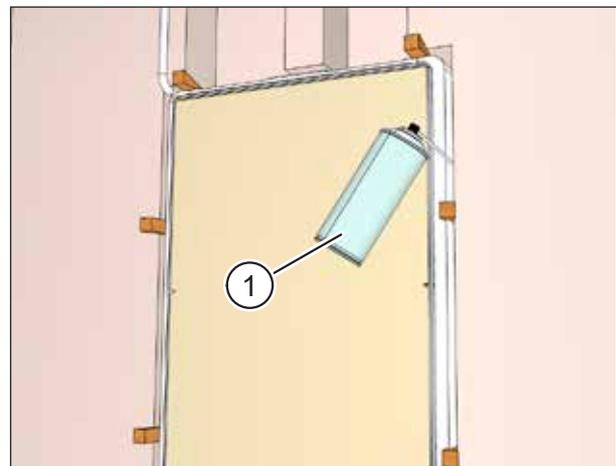

Abb. 26: Hohlräume um den Mauerkasten einschäumen
- ▶ Füllen Sie die Hohlräume zwischen Mauerkasten und Mauerdurchbruch umlaufend und durchgängig mit Montageschaum (Pos. 1 in Abb. 26) oder mit anderen geeigneten Verfüllmaterialien.
- ▶ Bohren Sie mit dem 3-mm-Bohrer durch die Löcher im Putzrahmen (Pos. 1 in Abb. 26) in die Flachkanal- bzw. Flexrohranschlüsse.